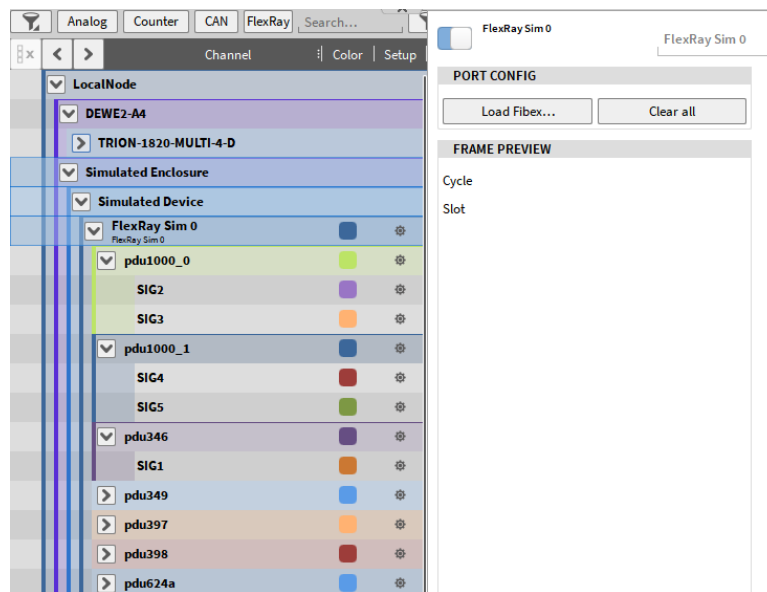

Abb. 4.61: FlexRay Kanalliste in OXYGEN
- Nachdem die Kanäle geladen wurden, erscheint ein Pfeil links neben dem Kanalnamen. Ein Klick auf den Pfeil erweitert die FlexRay Kanalliste und zeigt die individuellen FlexRay Nachrichten mit deren Kanälen (siehe Abb. 4.61).